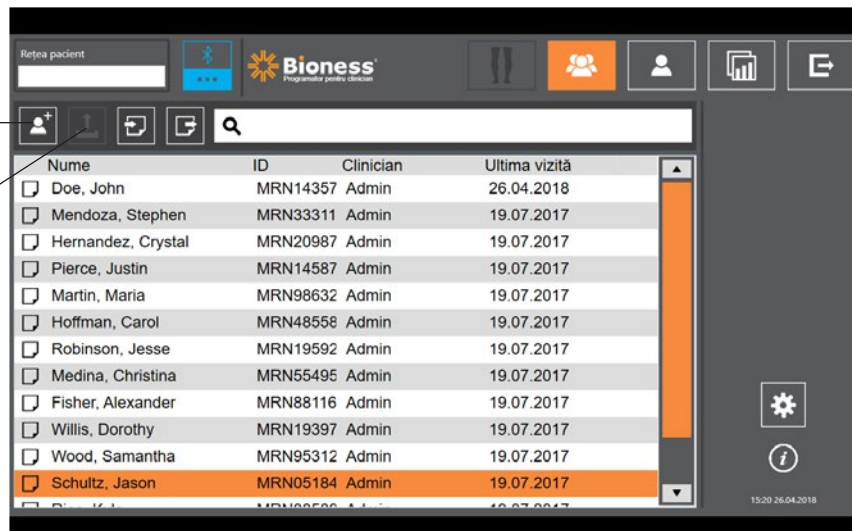

Figura 9-2: Pictograma Adăugare pacient nou
- În ecranul Bază de date pacienți, apăsați pe pictograma Adăugare pacient nou. Consultați Figura 9-2.
2. Deschideți ecranul Bază de date pacienți și evidențiați pacientul în lista de pacienți. Consultați Figura 9-2.
3. Apăsați pe pictograma Încărcare. Consultați Figura 9-2. Va apărea o fereastră cu textul „Program all stimulators with patient: X,X” („Programați toate stimulatoarele cu pacientul: X,X”). Apăsați pe butonul Continue (Continuare).